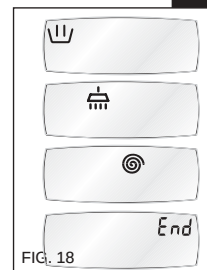

FIG. 18
Voyants de déroulement de programme (Fig. 18)
Sur le dessin (fig. 18), représentant l'afficheur, sont indiquées les 4 phases principales d'un cycle de lavage, c'est-à-dire: Lavage, Rincages, Essorage, Fin.
- Symbole indiquant le lavage (Fig. 18)